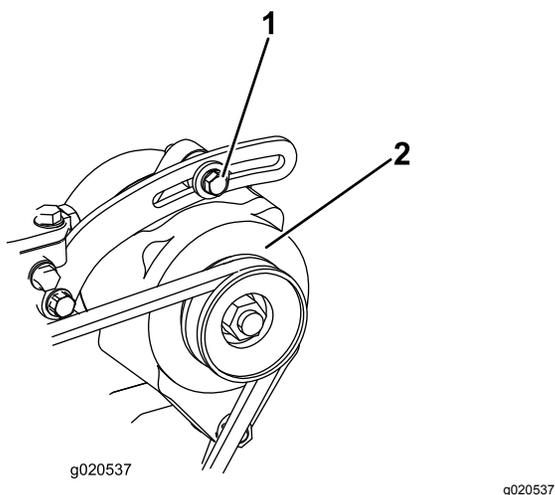

Рисунок 87
1. Если прогиб не равен 10 мм, ослабьте болты крепления генератора (Рисунок 87).